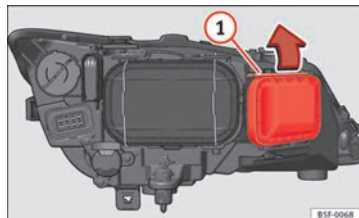

Fig. 183 Lâmpada das luzes indicadoras de mudança de direção
- Desloque o tirante ⇒ Fig. 183 ① no sentido da seta e puxe a tampa.